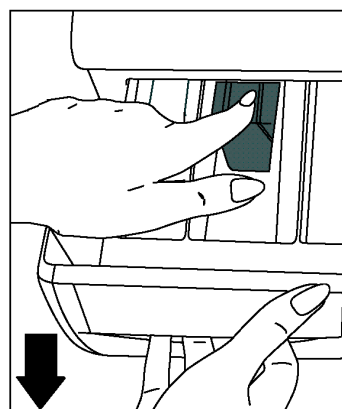

Fig.15
- Soulevez l'avant du tiroir et continuez à tirer jusqu'à ce que celui-ci sorte de son emplacement (fig.15)
Retirez le bac à produits. Enlevez le bouchon du siphon (Fig. 15) et nettoyez soigneusement les résidus d'assouplissant. Nettoyez et remettez le bouchon du siphon en place. Vérifiez qu'il est bien en place.